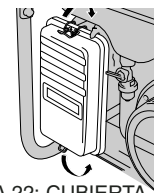

FIGURA 22: CUBIERTA
1. Abra las pinzas de la cubierta del filtro de aire y retire el elemento (figura 22 y 23).